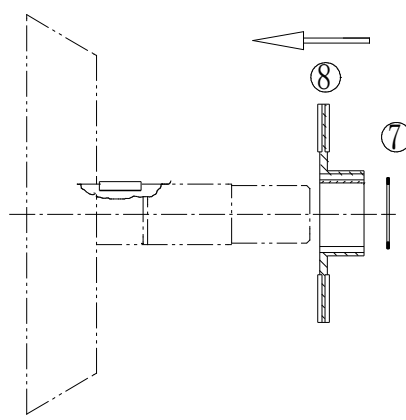

图9.3-11d
- (4) 如图 9.3-11d，换上新的摩擦片及花键套⑧，安装挡圈⑦；